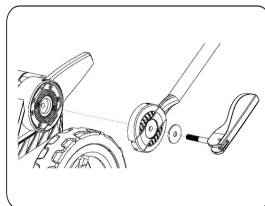

Рис. 11
2. Вставьте быстрый зажим в плоскую шайбу. Закрутите, затем заблокируйте быстрый зажим, повернув его на 90°, как указано на фото (Рис. 11).